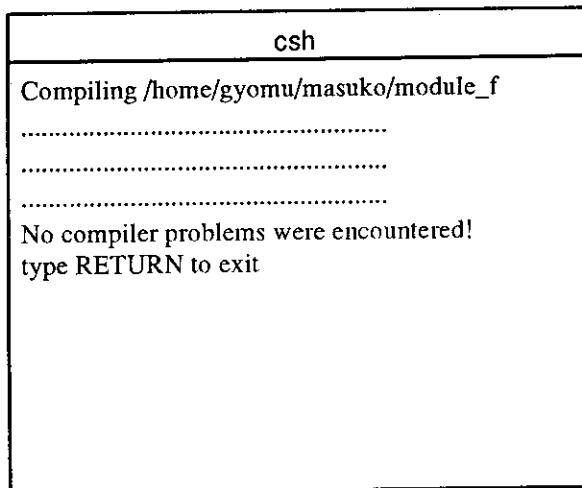

図4.6 コンパイル時に表示されるウィンドウ
- 2) 図4.1のModule GeneratorモジュールのコントロールウィジェットのCompile(debug)ボタンまたはCompile(opt)ボタンをクリックするとプログラムのコンパイルが開始され、コンパイルの状況をウィンドウ（図4.6）に表示します。
- 3) コンパイルが正常終了すると、図4.6のウィンドウの下2行のメッセージを表示して、実行ファイルを作成します。エラーがあるとウィンドウにエラーメッセージを表示します。
- 4) ウィンドウ（図4.6）は、リターンキーで終了します。エラーがある場合は、エディタで再び訂正してからコンパイルを行ないます。